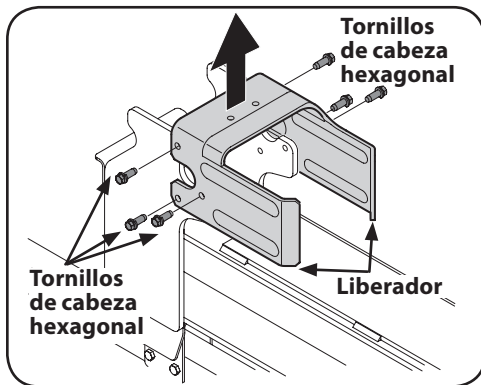

Figura 2-4
- Desconecte el liberador del soporte soldado de vigueta retirando los seis tornillos hexagonales. Vea la Figura 2-4.
- Coloque el liberador encima del montaje de la cuña y fíjelo en los soportes soldados con los elementos de ferretería que extrajo previamente. Vea la Figura 2-4.